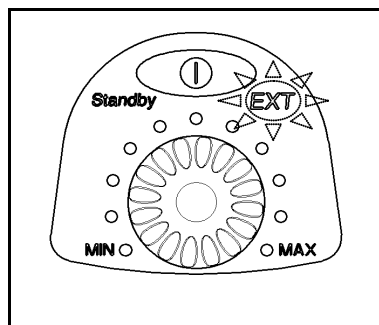

Fig. 18 : Affichage « EXT »
- ➔ Un contrôle externe activé est affiché sur la pompe par le symbole « EXT » allumé (voir Fig. 18).